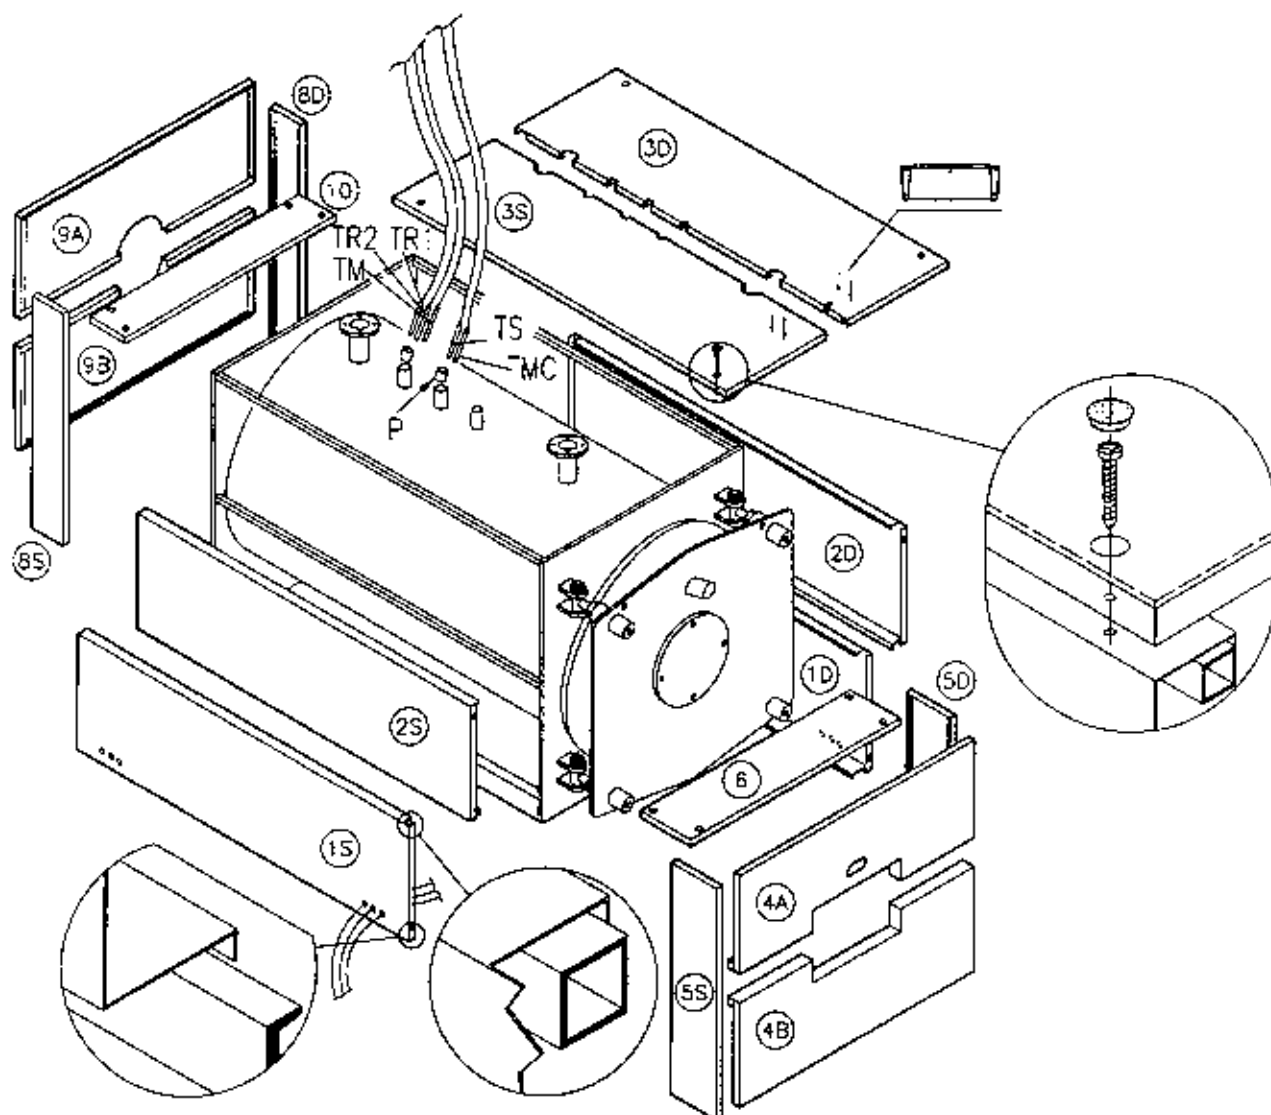

Fig. 9
4.3 RIVESTIMENTI CALDAIA RED/KAPPA 400÷1000 (Fig. 9)
- Montare il pannello superiore (3S) sulla caldaia; posizionare il quadro comando sul pannello (3S); svolgere i capillari del termometro e dei termostati e inserire i bulbi nei pozzetti (P).